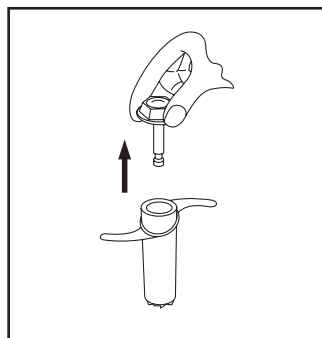

Figure 1
5. Cuidadosamente quitar el Eje del Cuchillo por tirarlo desde el Cuchillo de Doble Hoja (Véase Fig. 1)